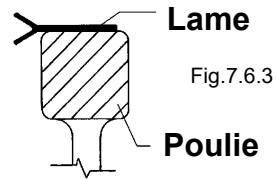
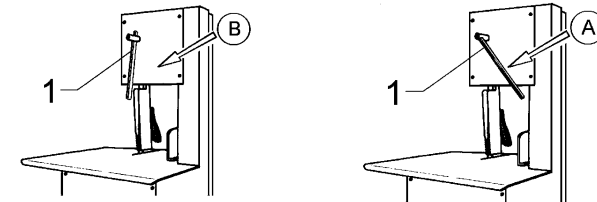

Fig.7.6.3
Fig. 7.6.1
7.6.1 - Réglage de la tension de la lame (Fig. 7.6.1)
Avec le levier sur la position "A" (Fig. 7.6.1) la lame est tendue.
- Tendre la lame en tournant le levier et en le plaçant sur la position "A" (Fig.7.6.1). Vérifier la position de la lame sur les deux poulies: la lame doit poser sur les deux poulies, excepté pour la partie aiguisée qui doit sortir de la poulie (Fig. 7.6.3). Tourner les deux poulies manuellement et vérifier que la position de la lame soit correcte.